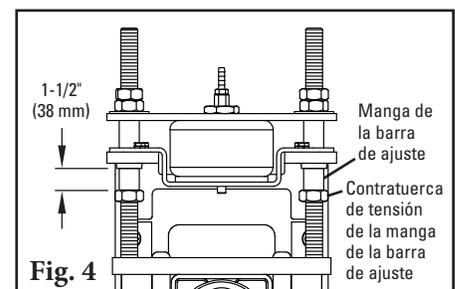

Fig. 4
- Establezca la manga de la barra de ajuste.** Después de establecer la tensión de la hoja, atornille la manga de la barra de ajuste en el buje UHMW hasta que se muestre 1-1/2" (38 mm) (Fig. 4). Apriete la contratuerca de tensión de la manga de la barra de ajuste.